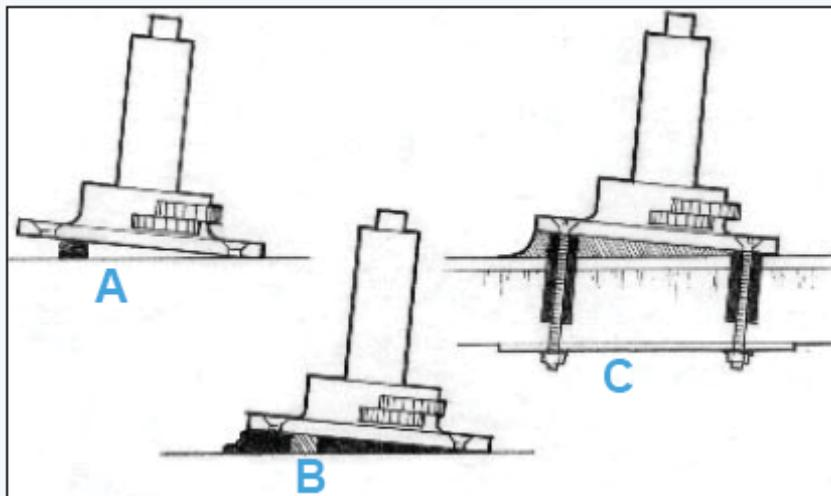

Рис. 19. Зафиксируйте основание в необходимом положении с помощью блоков – используйте достаточно загущённую смолу, чтобы заполнять отверстия.
2. Приклейте к поверхности небольшие блоки, чтобы удерживать основание на необходимой высоте и в нужном положении (*например, основание для лебедки, Рисунок 19"А"*).
4. Установите деталь в необходимое положение, укрепив ее на блоках (*Рисунок 19"В"*) и установите крепежные детали.
5. Выровняйте излишки смолы так, чтобы сформировался округленный шов у основания (*Рисунок 19"С"*). Перед тем, как подвергать деталь нагрузке, дайте эпоксидной смоле полностью застыть. Обеспечьте защиту эпоксидного материала от ультрафиолетового излучения UV (см. «нанесение отделочного материала»).